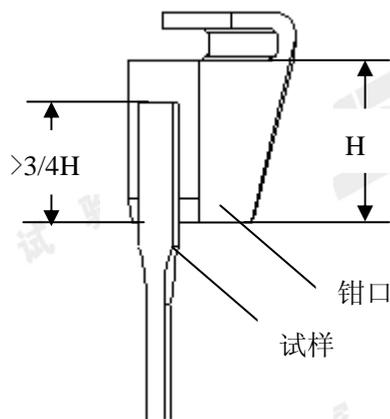

图 2
3.2.2 将试样一端放入夹具钳口之间，试样夹持长度必须大于钳口夹持面长度 3/4 以上，旋动搬把，将试样一端夹紧（如图 2）。